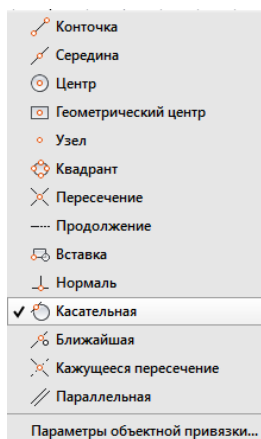
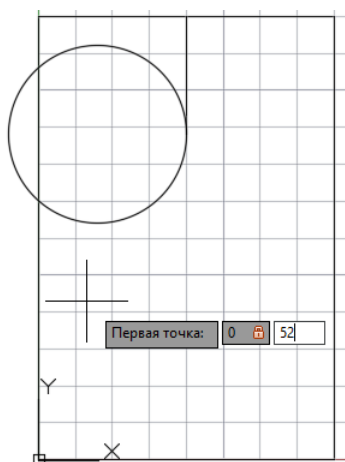
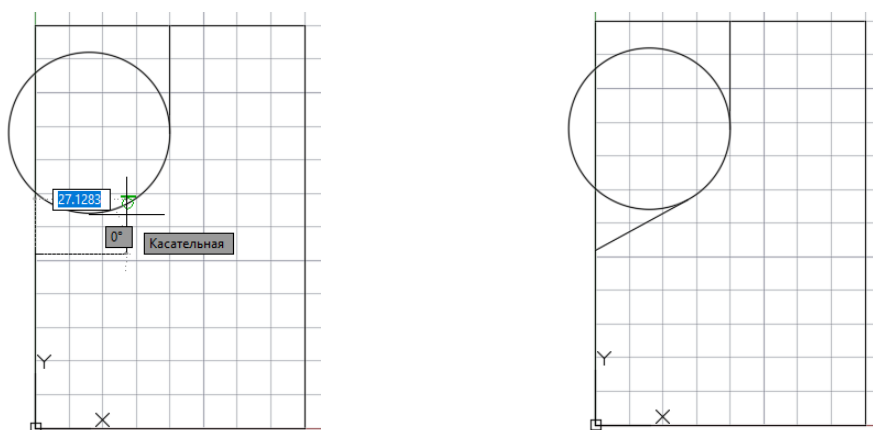

Рисунок 14 – Объектная привязка "Касательная"
Рисунок 15 – Ввод начальных координат для построения отрезка, касательного к окружности
Рисунок 16 – Построение отрезка с помощью привязки "Касательная"
3.7 Строим отрезок касательный к окружности радиусом 24 мм. Для этого воспользуемся объектной привязкой "Касательная" (рисунок 14). Затем строим отрезок с начальными координатами: по оси $X=0$, по оси $Y=52$ (рисунок 15) и ведем по касательной к окружности, пока не появится значок привязки "Касательная" (рисунок 16).